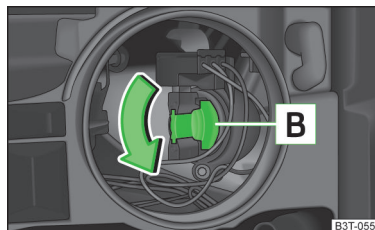

Fig. 206
- Rotiți soclul **B** » fig. 206 până la limită în sens antiorar și extrageți-l.